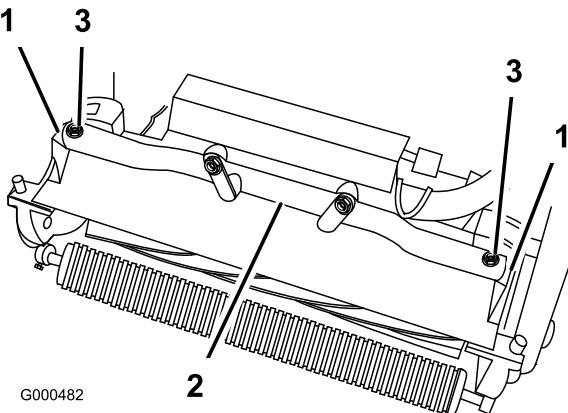

Bild 48
4. Nehmen Sie die (2) Schrauben ab, mit denen die Gelenkkarre des Mähwerks am Rahmenrohr der Zugmaschine befestigt sind (Bild 48).
5. Drehen Sie die Gelenkarme nach vorne (Bild 48) und stellen Sie die Zugmaschine auf dem gesicherten Ständer ab.